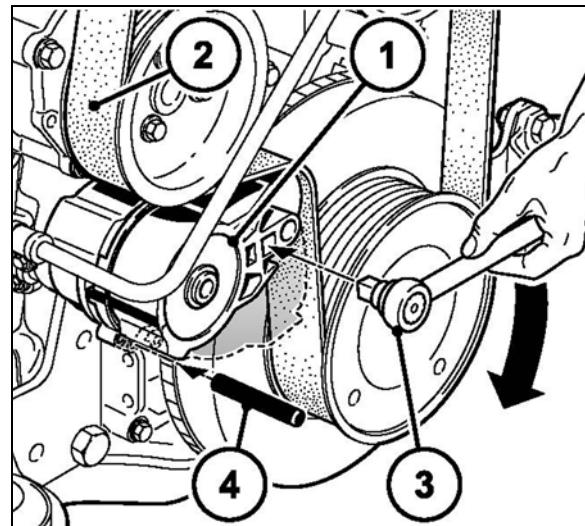

Рис. 165
- Надавите на натяжной ролик (Рис. 165/1) при помощи торцового ключа (Рис. 165/3) в направлении стрелки так, чтобы установочный штифт Ø6 мм (Рис. 165/4) зафиксировался в монтажном отверстии. Поликлиновой ремень (Рис. 165/2) теперь не натянут.
- Сначала снимите поликлиновой ремень (Рис. 165/2) с самого маленького ролика и с натяжного ролика.
- Наденьте новый поликлиновой ремень (Рис. 165/2).
- Натяните поликлиновой ремень при помощи натяжного ролика и торцового ключа (Рис. 165/3). Проверьте, правильно ли располагается поликлиновой ремень в своей направляющей.